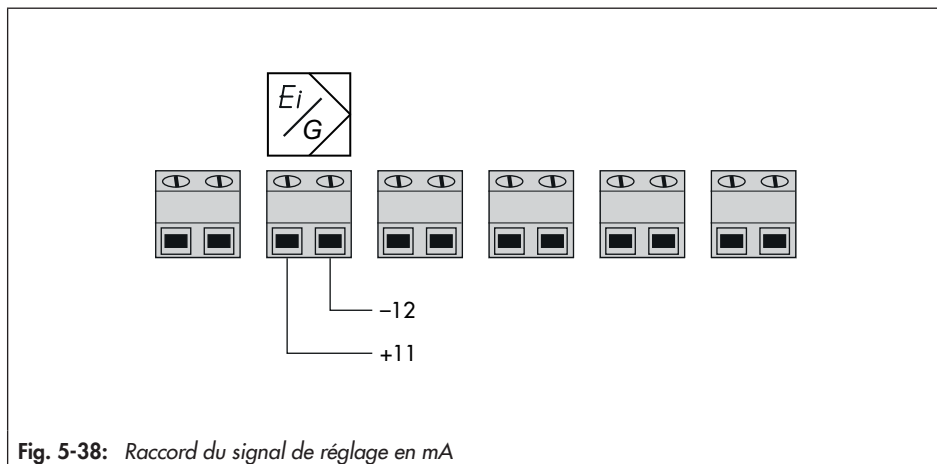

Fig. 5-38: Raccord du signal de réglage en mA
- ➔ Raccorder l'alimentation (signal de réglage en mA) selon la Fig. 5-38.